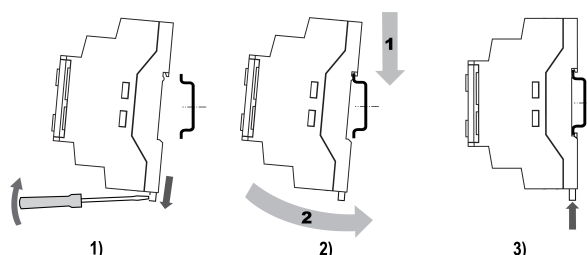

Рисунок 4.1 – Монтаж и демонтаж прибора
2. Вставив отвертку в проушину, оттянуть защелку (см. рисунок 4.1, 1). Прибор установить на DIN-рейку.
3. Прибор прижать к DIN-рейке (см. рисунок 4.1, 2, стрелки 1 и 2). Отверткой вернуть защелку в исходное положение.